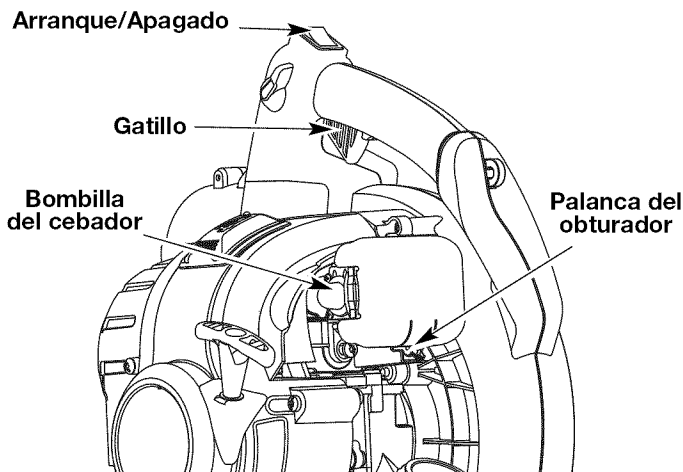

Fig. 11
3. Oprima completamente el cebador y suéltelo 10 veces. Hágalo lentamente. Se deberá ver un poco de **combustible en el cebador y en las tuberías de alimentación de combustible** (Fig. 11). Si no puede ver el combustible en el cebador, oprímalo y suéltelo tantas veces como sea necesario hasta que vea combustible en el mismo.
2. Oprima y mantenga oprimido el Control de encendido y apagado en la posición APAGADO (O) hasta que el motor se detenga por completo (Fig. 11).